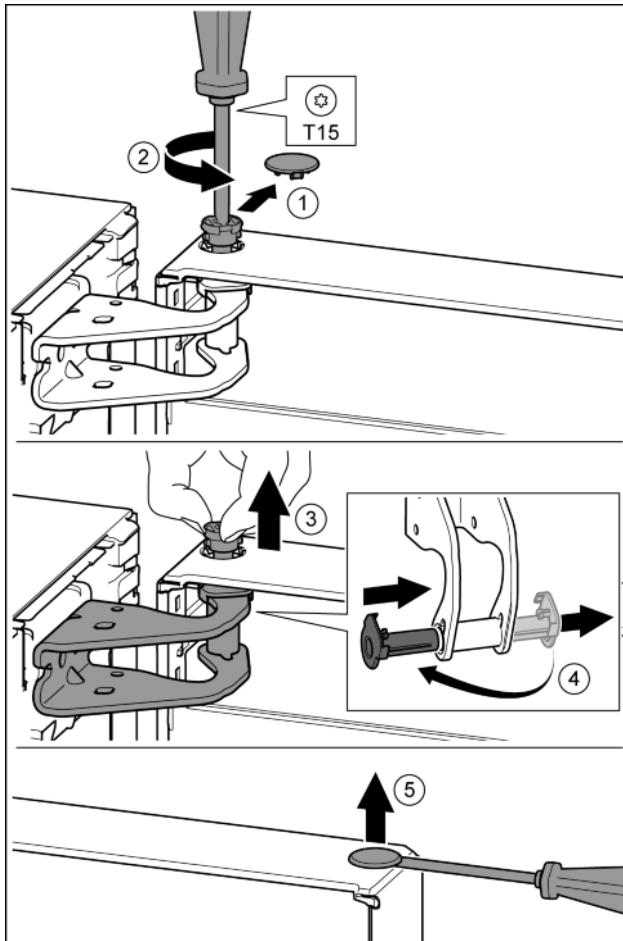

Fig. 13
- Свалете внимателно предпазния капак. Fig. 13 (1)
- С отвертка T15 отвийте малко болта. Fig. 13 (2)
- Дръжте здраво вратата и с пръсти извадете болта. Fig. 13 (3)
- Извадете лагерната втулка от водача. Поставете от другата страна и фиксирайте. Fig. 13 (4)
- С плоска отвертка внимателно повдигнете тапата от лагерната втулка на вратата и я извадете. Fig. 13 (5)